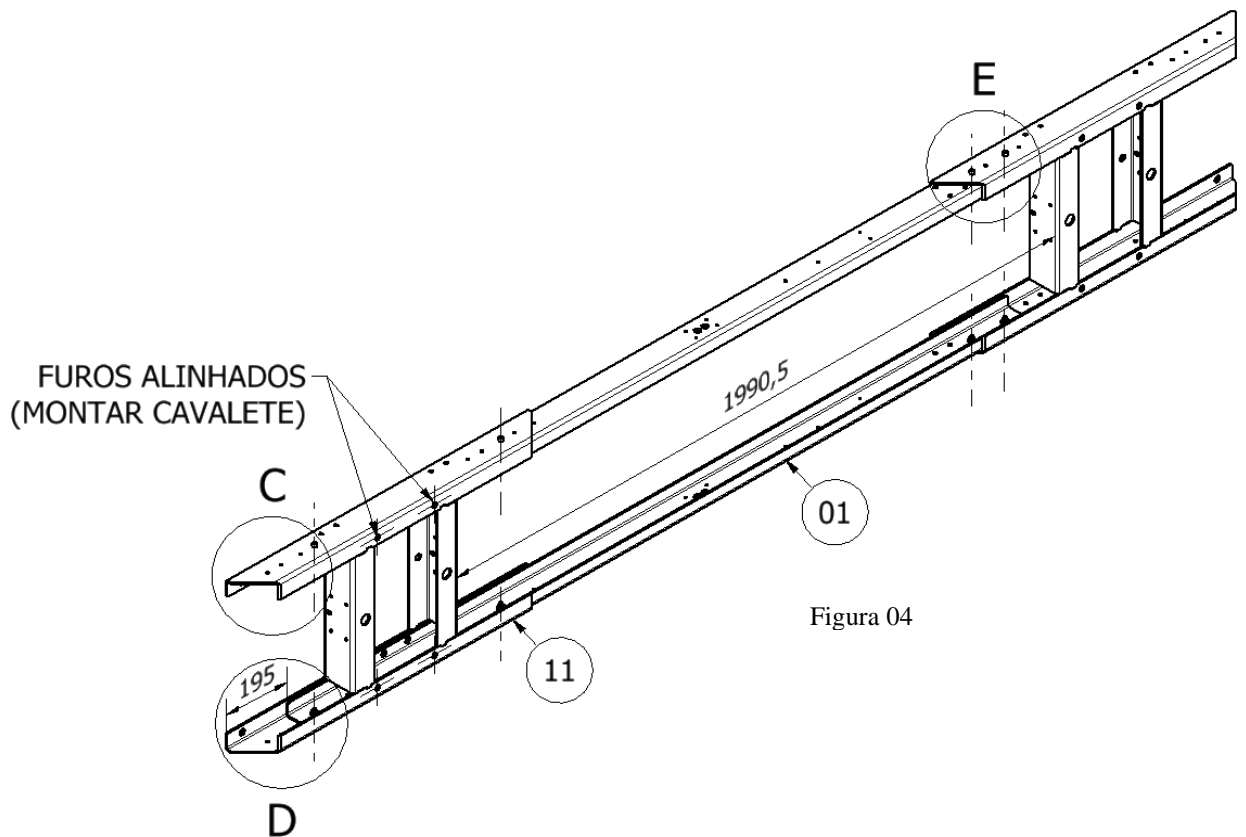

Figura 04
3. Encaixar travessa lateral (pos.01) na base (pos.11) e ajustar a dimensão central entre as bases para **1990,5 mm**, em seguida posicionar travessa (pos.01) na distância de **195 mm** em relação a base **frontal** (pos.11) para a **SAR-3500 PLUS** conforme (Figura-04 e 05). Após posicionamento, fixar travessas (pos.11) utilizando parafuso Allen M8x25 (pos.09) arruela lisa $\varnothing 8,4$ (pos.10), porca parlok M8 (pos.05) conforme mostrado no detalhe-C, D e E.